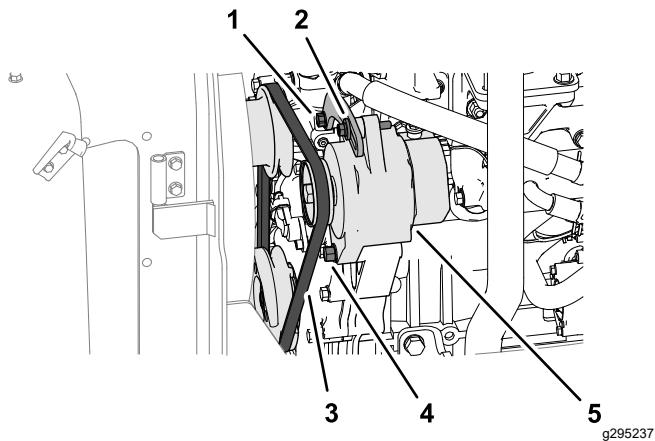

Figura 69
- Applicate una forza di 10 kg sulla cinghia dell'alternatore (Figura 69), al centro tra le pulegge.
- Se l'inflessione della cinghia è minore di 10 mm, allentate il bullone orientabile dell'alternatore e il bullone della tensione (Figura 69), e riducete la tensione della cinghia.
- Se l'inflessione della cinghia è maggiore di 10 mm, allentate il bullone orientabile dell'alternatore e il bullone della tensione (Figura 69), e aumentate la tensione della cinghia.
Nota: Se necessario, allentate il bullone della staffa della tensione (Figura 69).
- Serrate i bulloni (Figura 69).